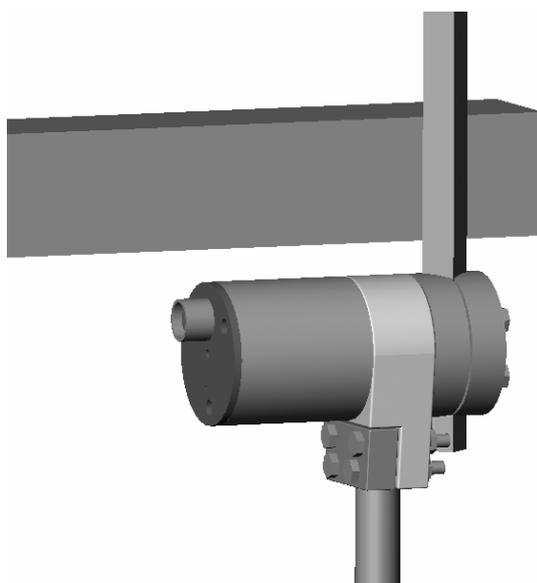
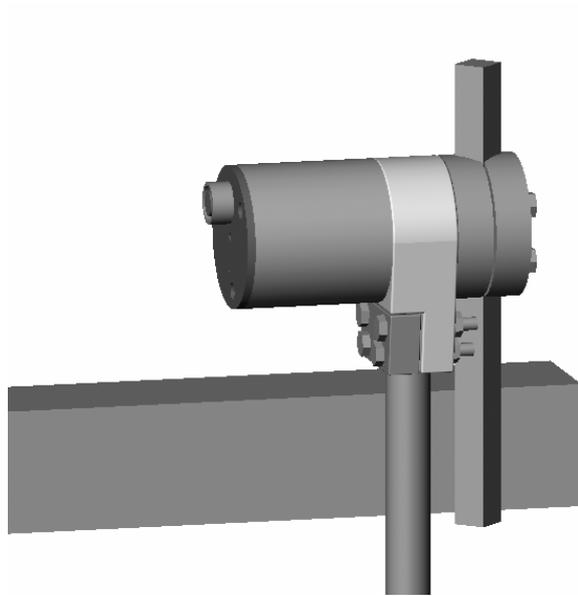

Figura 3 – Montaje del sensor bajo el brazo de la pala rascadora
Figura 4 – Montaje del sensor encima del brazo de la pala rascadora
- El cuerpo del sensor se puede montar debajo del brazo de la pala rascadora (figura 3) o por encima de ésta (Figura 4). En los dos casos, el cuerpo debe estar lo más lejos posible de la mezcla con el fin de mantenerlo razonablemente limpio y minimizar el desgaste.